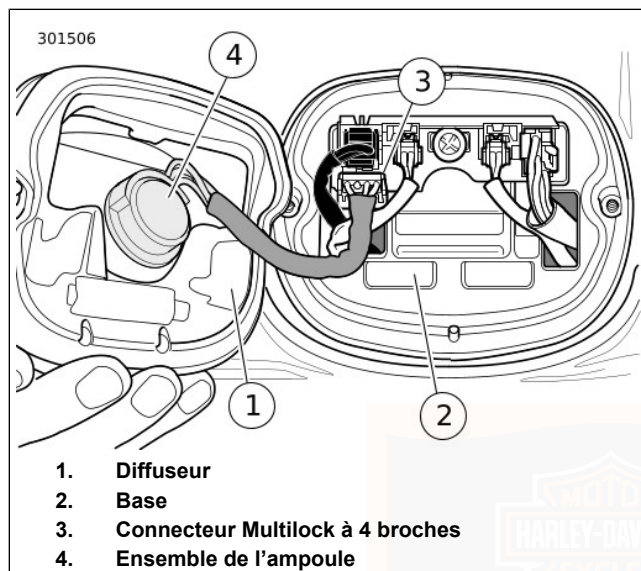

Figure 68. Ensemble du feu arrière : style standard
1. Voir Figure 68. S'assurer que l'interrupteur d'allumage est arrêté (OFF).